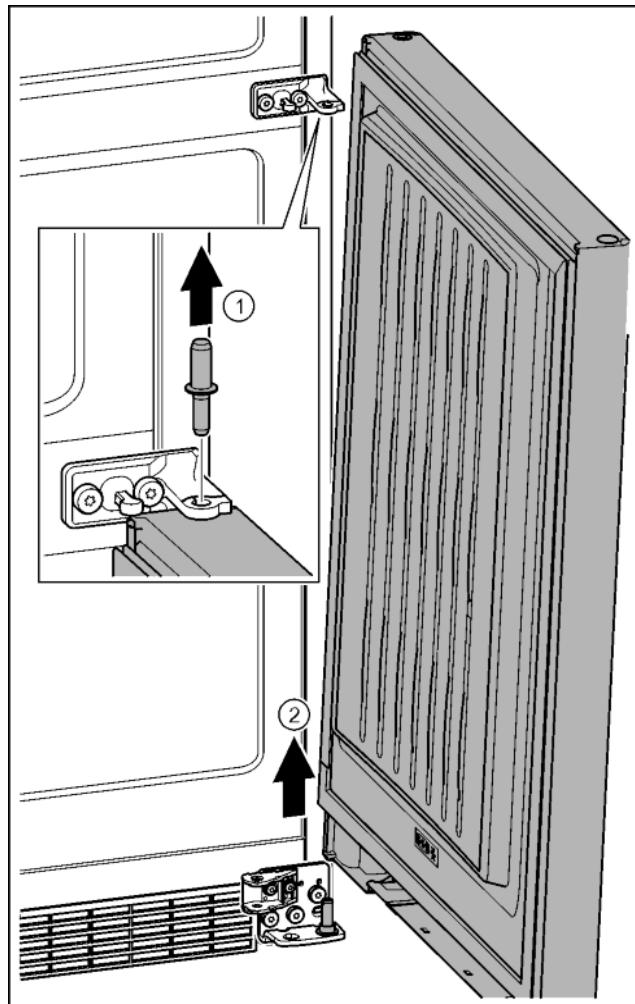

Fig. 22
- ▶ Čep vytáhněte nahoru. Fig. 22 (1)
- ▶ Dveře vysadte, vytáhněte nahoru a odložte stranou. Fig. 22 (2)